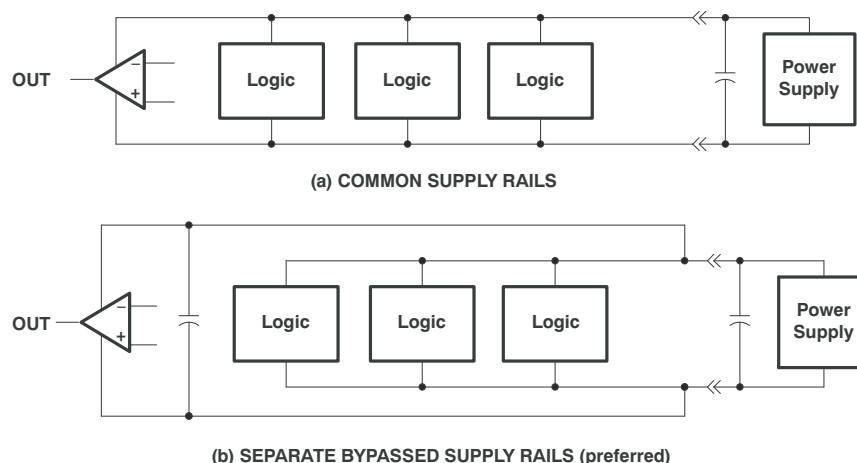

图 7-2. 公共电源导轨与独立电源导轨
1. 通过单独的旁路电源线为线性器件供电（请参阅图 7-2）；否则，线性器件电源导轨可能会由于数字逻辑中的高开关电流引起的压降而波动。